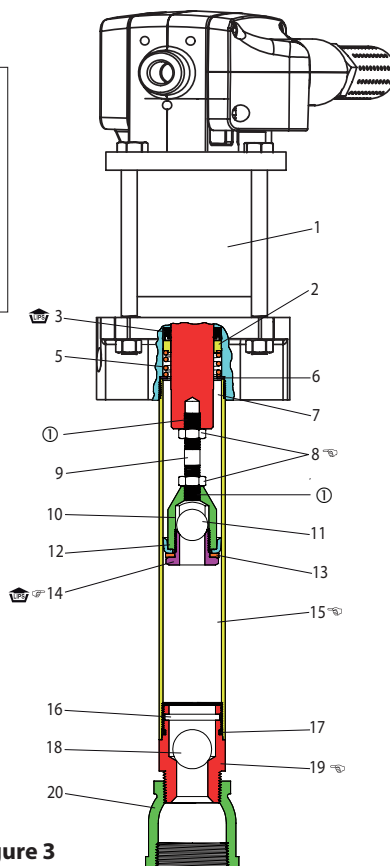

Figure 3
1. Montez (3) le joint, (2) l'écarteur, (5) le ressort et (6) la rondelle dans la cavité dans la partie inférieure du moteur. **REMARQUE** : Reportez-vous à la figure 3, en page 4 pour l'orientation de la lèvre de la garniture d'étanchéité.
3. Pour AF0409A13XXXX : Montez l'écrou, la tige de piston et les composants sur la tige du moteur, en serrant l'écrou contre la tige. Appliquez du Loctite 242 sur les filetages de la tige de piston avant le montage. **REMARQUE** : Serrez l'écrou à 81,3 - 94,9 Nm, reportez-vous à la figure 3, en page 4.